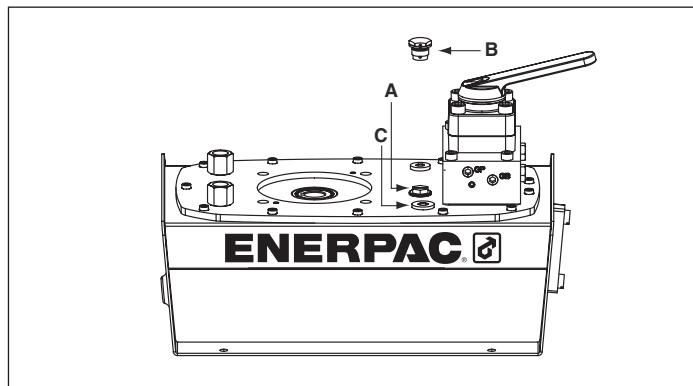
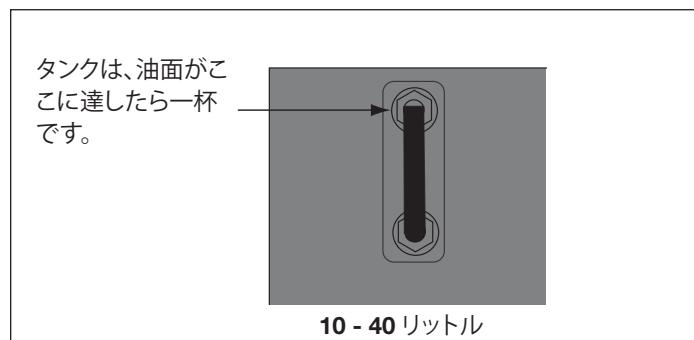

図2、ZGブリーザの取り付け
図4
#### 4.1 タンクのブリーザキャップ(図2を参照)
始動前にオイルレベルを確認し、必要であればカバープレートから SAE #10プラグを外してオイルを追加します(図2参照)。オイルレベルがガラスボルトの覗き穴の一番上に達したら一杯です。(図4)
始動前にポンプのオイルレベルを確認し、必要であればポートキャップを外してオイルを追加します。オイルタンクにオイルを追加する前に、シリンダが完全に後退していることを常に確認してください。図2を参照
- オイルタンクに新しいEnerpac油圧油を注入します。タンクは、オイルレベルが覗き穴の中央に達したら一杯です(図4参照)